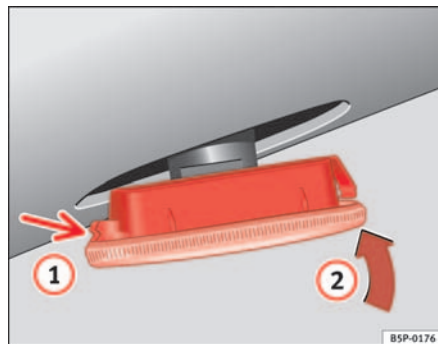

Fig. 152 Clignotants latéraux
- Placez d'abord le clignotant dans l'orifice de la carrosserie, en emboîtant les agrafes ① ⇒ fig. 152, puis emboîtez la lampe comme indiqué par la flèche ② ⇒ fig. 152. ■